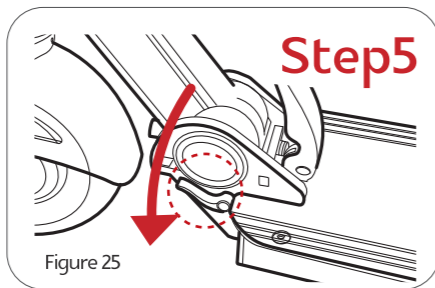

Figure 25
- <Figure 25> 왼 손으로 클램프를 접은 다음 오른손으로 스티어링 튜브를 잡고 압력을 가해주세요.